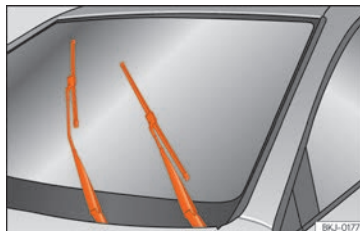

Fig. 82 Tergicristalli in posizione di manutenzione.
- Accendere e spegnere il quadro, quindi (dopo circa 9 secondi), spostare la leva del tergicristalli verso il basso (tergiture singola). Le spazzole si posizionano nella posizione di manutenzione »» **fig. 82.**